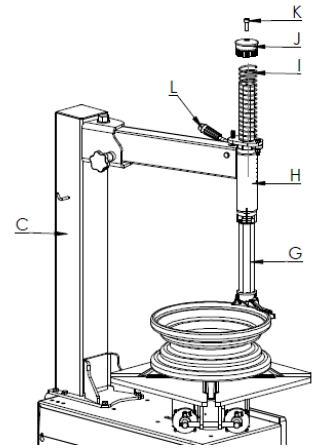

Fig. 6
- Schuif de (de)monteerarm (G, fig.6) van onderuit door de zwenkarm (H, fig.6) en zet deze vast met arreteerhendel (L, fig.6).
- **Let op** dat u de (de)monteerarm (G, fig.6) in de goede richting monteert, voor referentie kunt u een velg op de tafel klemmen om te kijken hoe de kop moet staan.
- Zet de (de)monteerarm (G, fig.6) nu vast in de bovenste positie met behulp van de arreteerhendel (L, fig.6) en plaats vervolgens de veer (I, fig.6) en zet deze vast met behulp van de dop (J, fig.6) en de M10x30mm inbusbout (K, fig.6).
LET OP! Vergeet niet om de (de)monteerarm (G, fig.6) vast te zetten met de arreteerhendel (L, fig.6), deze valt namelijk automatisch naar onder, wat ernstige verwondingen tot gevolg kan hebben!